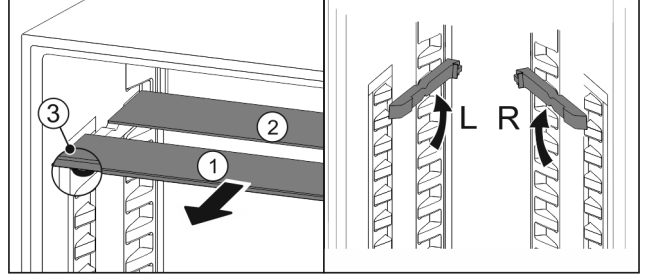

Fig. 59
- Her bir rafı tek tek öne doğru çekip çıkarın Fig. 59 (1).
- ▷ Süs çatalı raf Fig. 59 (1) önde yer alıyor.
- ▷ Durdurucular Fig. 59 (3) aşağı bakıyor.